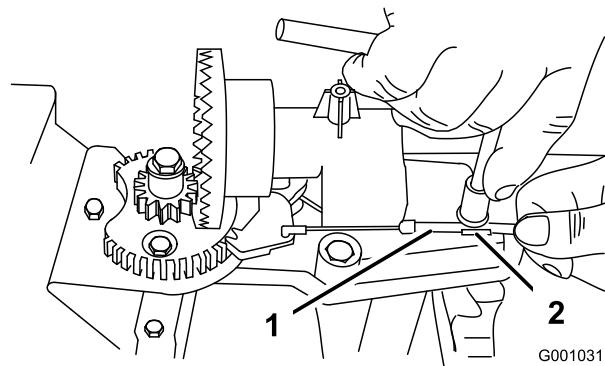
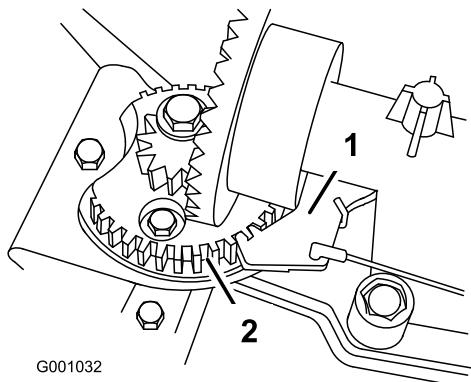

Figura 56
Figura 57
2. Allentate il bullone sul serrafile per cavi (Figura 56).
3. Afferrate la guaina del cavo e spostatela verso la parte anteriore della macchina finché il fermo del camino di scarico non s'innesta completamente nei denti degli ingranaggi (Figura 56 e Figura 57).
Nota: Il fermo a molla si inserisce automaticamente tra i denti degli ingranaggi (Figura 57).